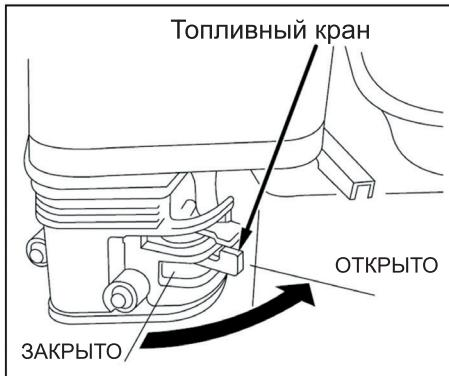

Рис. 20
1. Установите рычаг топливного крана в положение «**ОТКРЫТО**» (рис. 20)